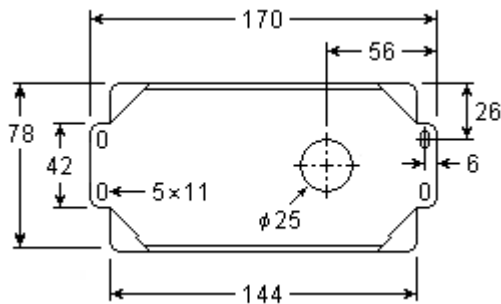

図 2. ベースプレート寸法図 (mm)
①取付
- 1) ダクトにプローブ挿入用の穴および取付ネジ用の穴 2 個を開けます。(図 2 参照)